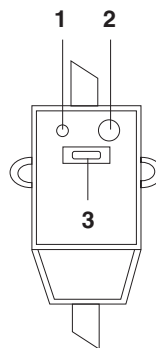

Рис. 6
- При подключении к электрической сети питания на лицевой стороне УЗО (см. рис. 6) загорится индикатор Power (1).
- Для тестирования УЗО нажмите кнопку TEST (2). Индикатор Power (1) будет отключен.
- Для перезапуска УЗО нажмите кнопку (3).